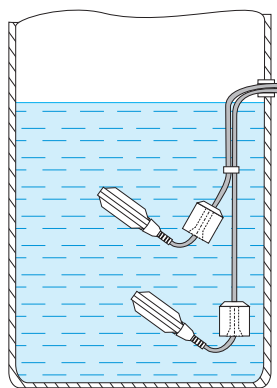

Рис. 1
- 1.1. Закрепите грузило (входит в комплект поставки) на кабеле на нужном уровне, как показано на рис. 1.